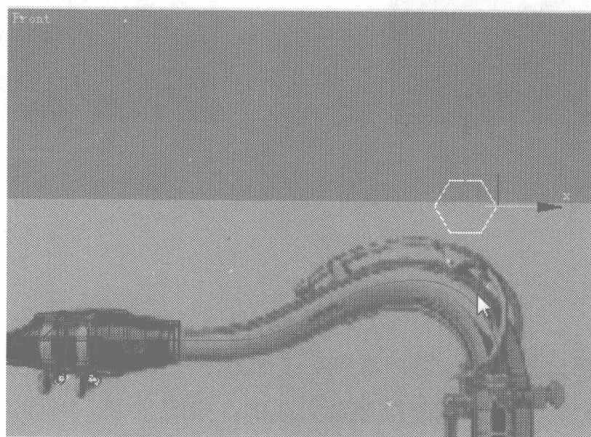

图 2.164
- 02** 制作完路径后，接下来制作截面。在 创建面板的 区域，选择 **Splines** 类型，单击 **NGon** 按钮，在视图中创建一六边形曲线，如图 2.164 所示。接下来进行放映的操作。